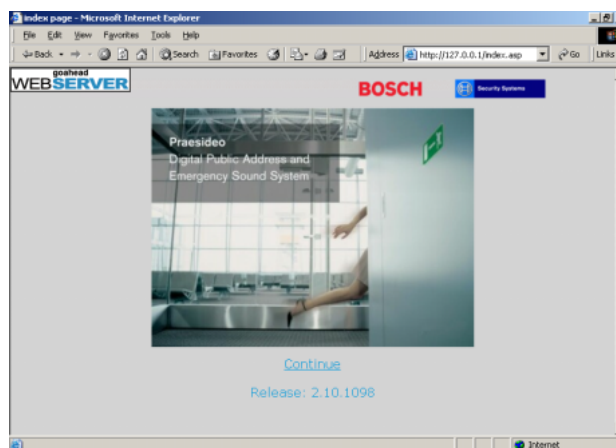

figura 26.8: Pagina iniziale dell'interfaccia web Praesideo.
- 3 Fare clic sul pulsante *Vai* in fondo alla barra degli indirizzi. Appare una schermata simile a quella di figura 26.8.